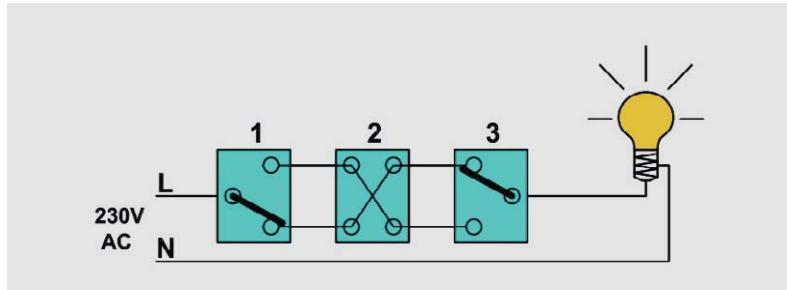

Bild 9: Klassische Kreuzschaltung
Die Kreuzschaltung (Bild 9) ist eine Schaltung, mit der ein Licht oder ein anderer Verbraucher an drei oder mehr Schalterstellen unabhängig von der jeweiligen Stellung der anderen Schalter ein- und ausgeschaltet werden kann. Eingesetzt wird sie in Fluren und Räumen mit drei oder mehr erforderlichen Schaltstellen.
Lösung 4: Wenn die vorhandene Kreuzschaltung nicht über einen Neutralleiter „N“ in den Schalterdosen verfügt, so müssen beide Wechselschalter (1 und 3 in Bild 9) und der Kreuzschalter (2) durch Homematic Funk-Wandsender, 2fach, für Markenschalter, Batteriebetrieb (4) ersetzt werden (Bild 13). Eine der abgelösten korrespondierenden Leitungen wird fest mit der speisenden Phase „L“ verbunden und bis zur Lampe durchverdrahtet (Farbgleichheit beachten!). Die andere korrespondierende Leitung wird isoliert „totgelegt“. An der Lampe selbst besteht wieder die Möglichkeit, einen Funk-Schaltaktor, Unterputz (6) zu montieren.